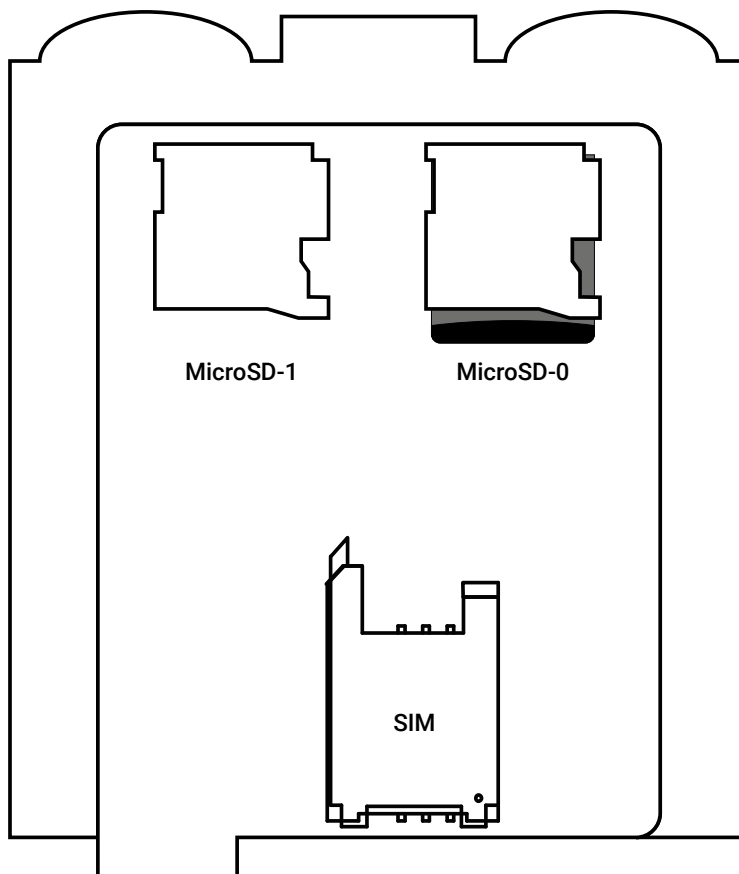

Рисунок 3. Плата прибора
- 4) Установите SIM-карту в держатель (см. рисунок 3).
- 14) Для работы прибора в VPN-сети необходимо поместить файл «vpn.json»⁵ с корректными настройками подключения на внешний накопитель, устанавливаемый в разъем MicroSD-1 (см. рисунок 3). Описание файла «vpn.json» приведено в руководстве по эксплуатации.⁶
Для ручной настройки сетевых параметров (IP-адрес, шлюз, маска, DNS) поместите файл «network.json»⁷ на внешний накопитель, устанавливаемый в разъем MicroSD-1 (см. рисунок 3). Перед этим откройте файл любым текстовым редактором (например, Notepad) и введите параметры в соответствии с конфигурацией вашей сети. При необходимости уточняйте параметры сети у вашего системного администратора.